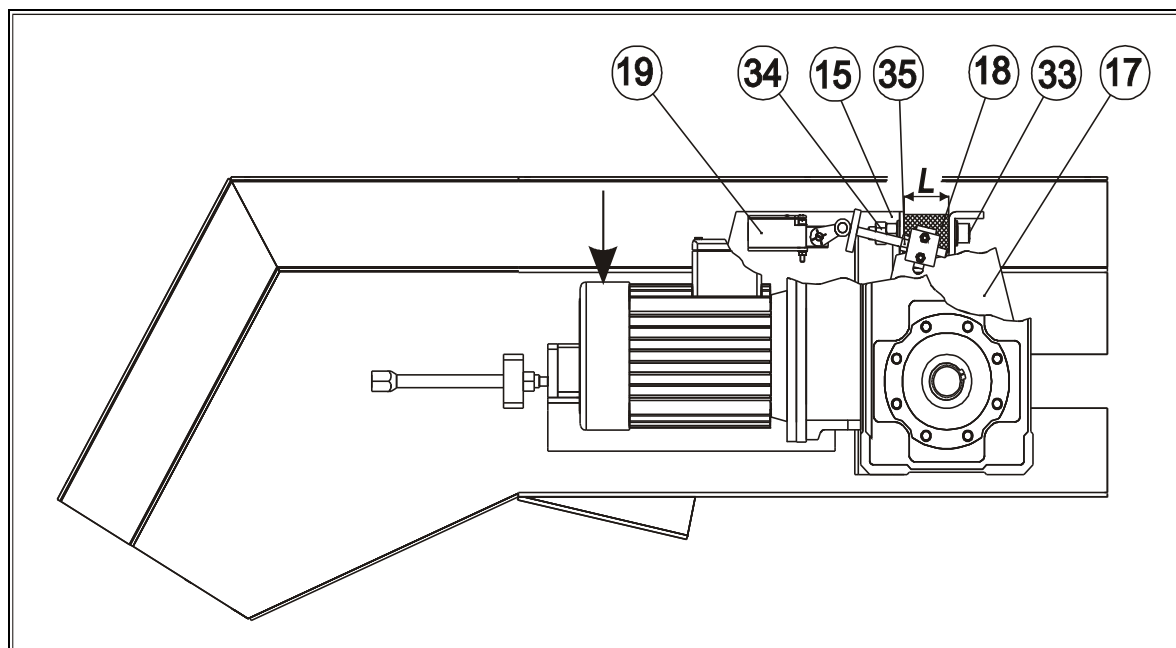

рис.11
#### **8.2.8. Устройство защиты от перегрузки(рис.11).**
**8.2.8.2. Порядок действий при настройке устройства защиты от перегрузки (рис.11).**
- а) Резиновую рессору (18) вложите между площадку опоры (17) и площадку натяжного механизма (15).
- б) Вложите болт (33), контргайки (34) подтяните до тех пор, пока рессора не сжата на длину  $L=38$ мм.
- а) Концевой выключатель (19) подключите в электрический округ конвейера.
- д) Регулировочный винт (17) настройте так, чтобы при сжатии рессоры на 7 мм концевой выключатель отключил электродвигатель. Когда это условие выполнено, устройство настроено правильно.
- е) Закрутите болты (35).